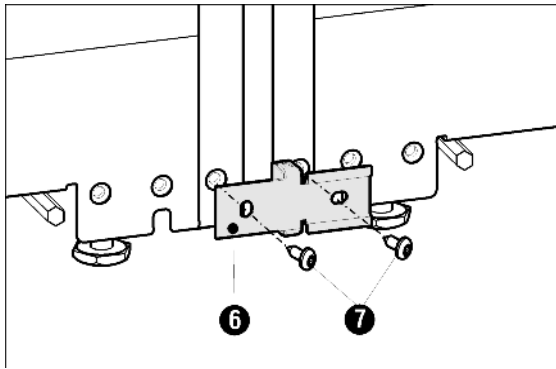

Fig. 3
- Прежде чем закрутить нижний крепежный уголок Fig. 3 (6), следует прижать устройства друг к другу и/или заново выровнять по горизонту. После этого надо плотно прикрутить при помощи приложенных винтов Fig. 3 (7) крепежный уголок Fig. 3 (6).